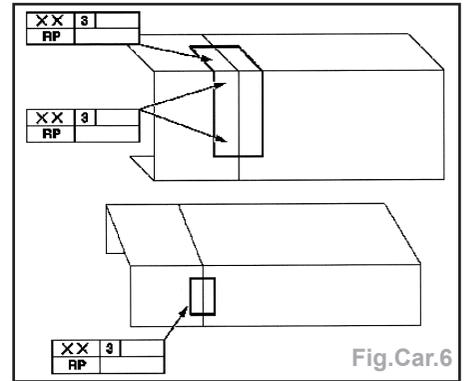

Fig.Car.6
- Souder l'angle et le rectangle sur la partie neuve longeron de cadre avant (court) à l'intérieur (Fig.Car.6).